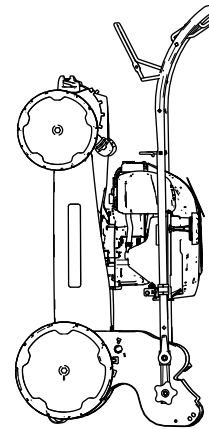

Figura 16
4. Sollevate la parte frontale della macchina utilizzando la stegola e spostatela in uno spazio per il rimessaggio (Figura 16).